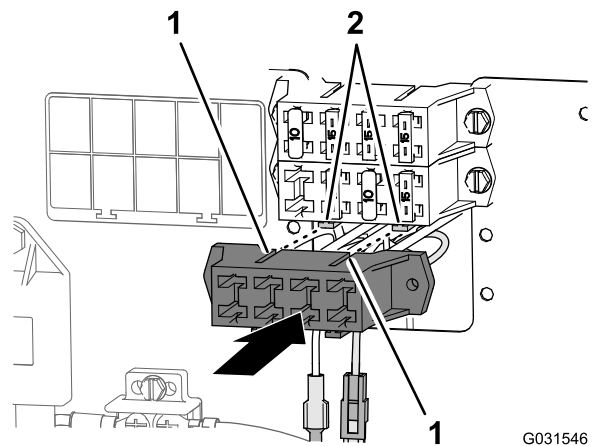

Figura 205
3. Alinhe os furos do bloco de fusíveis auxiliar com as flanges de montagem do bloco de fusíveis da máquina (Figura 205).